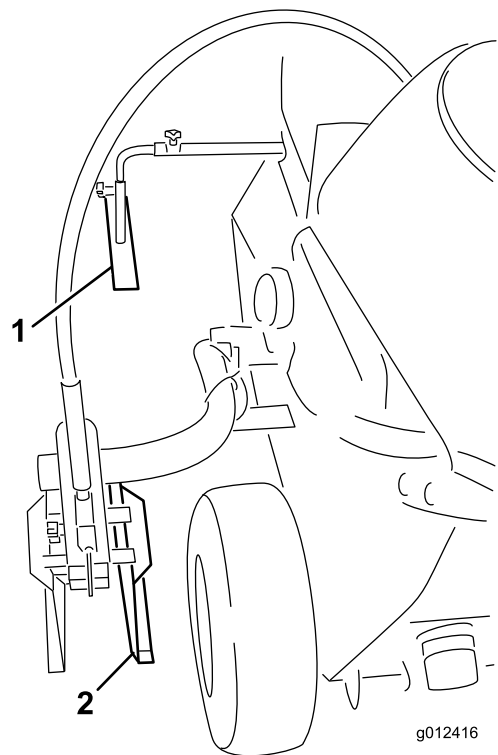

Figura 28
La guía (Figura 28) permite al operador alinear la máquina con una cuerda o con una línea pintada existente.
1. Afloje el tornillo que sujeta la guía (Figura 28) al tubo de montaje.